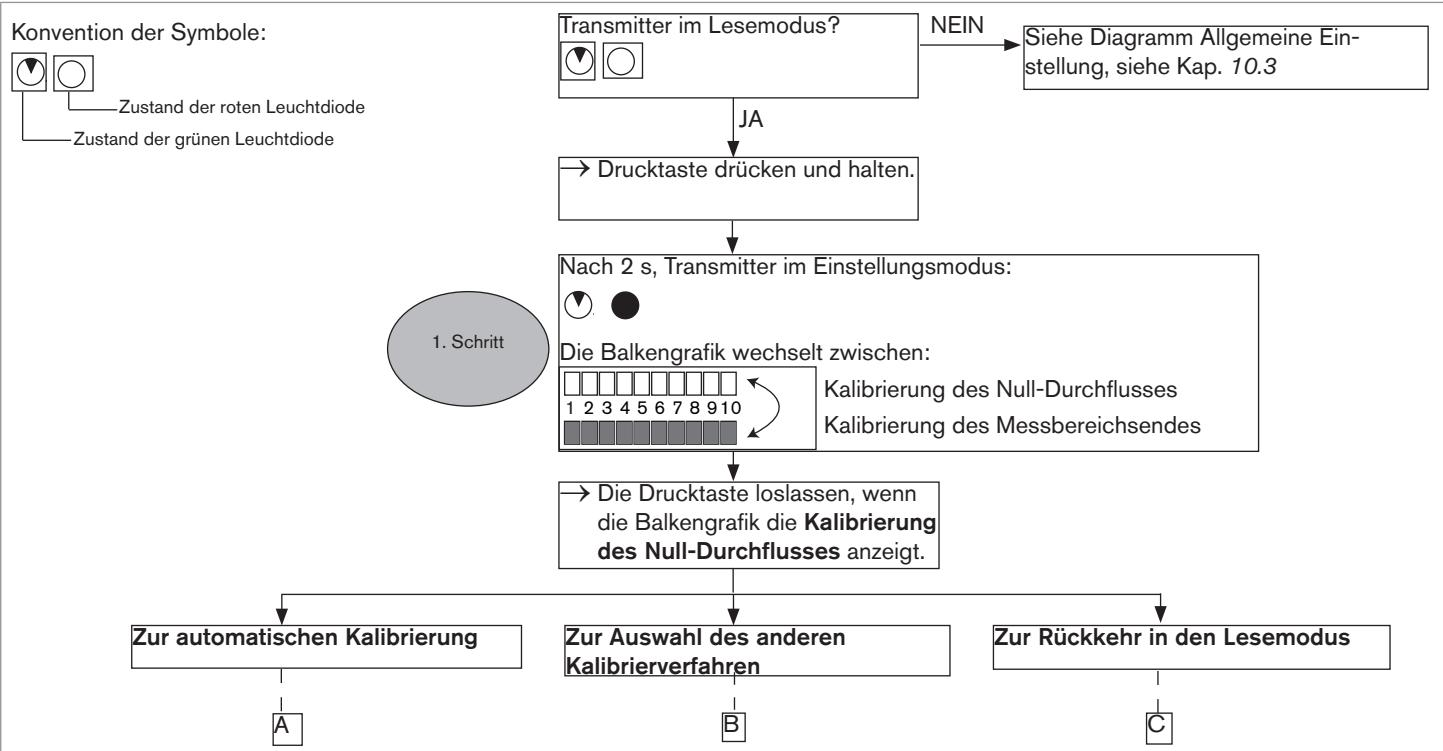
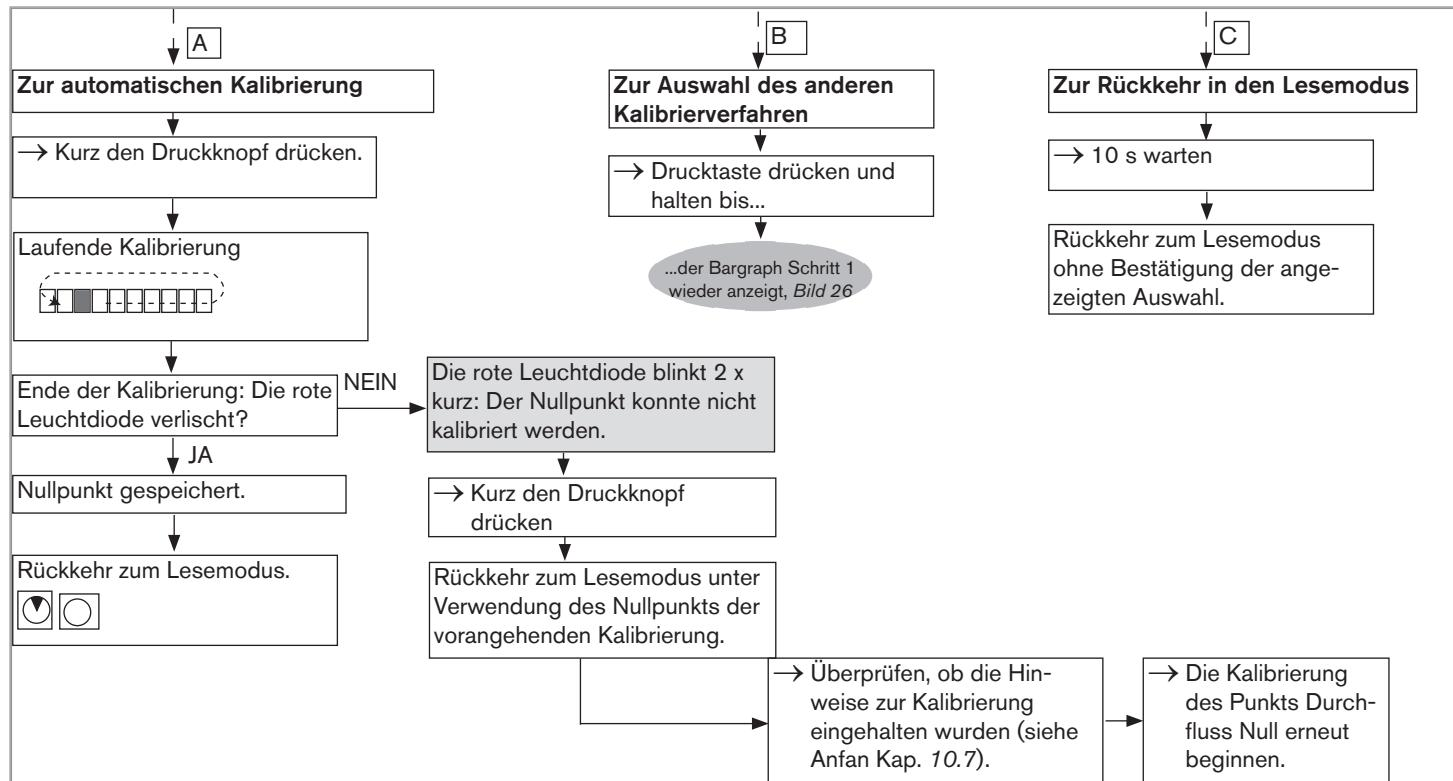

Bild 26: Kalibrieren des Punkts Durchfluss Null, Teil 1
Bild 27: Kalibrieren des Punkts Durchfluss Null, Teil 2
- Den Punkt „Durchfluss Null“ kalibrieren (siehe Bild 26 und Bild 27).